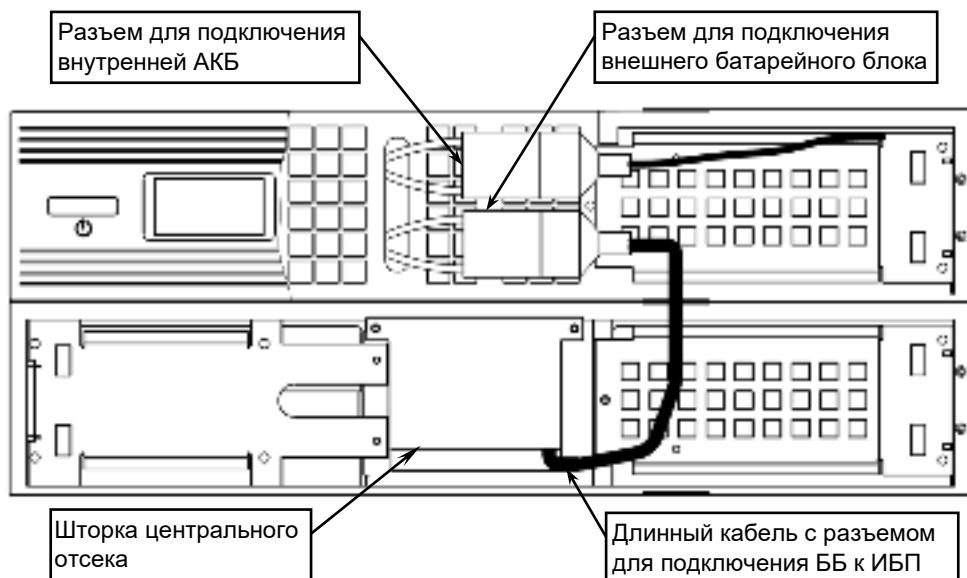
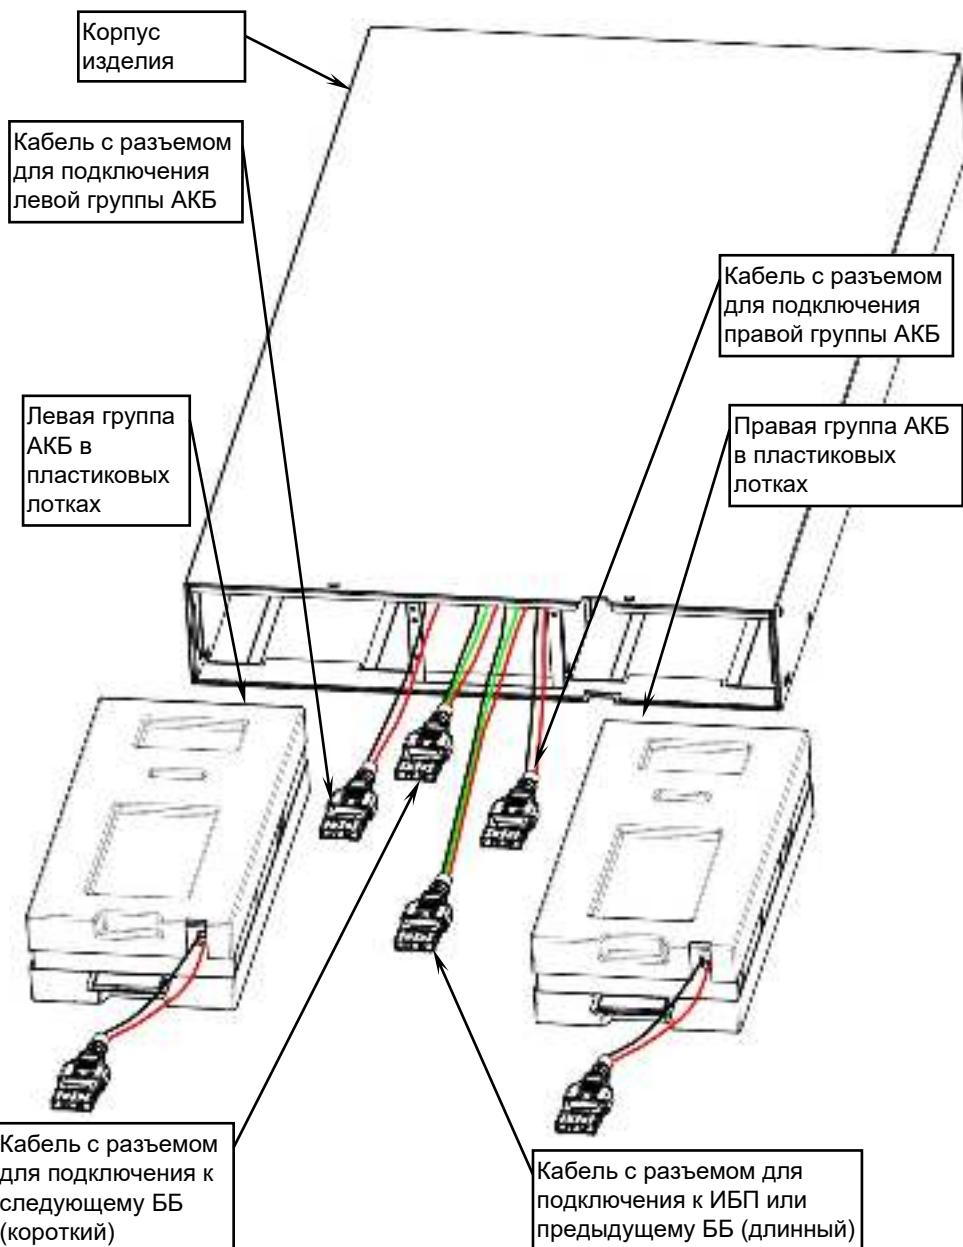

Рисунок 5 – схема подключения батарейного блока к ИБП
Рисунок 8 – Демонтаж и замена АКБ, назначение кабелей подключения
- Снимите шторку центрального отсека изделия, выкрутив два крепежных винта (см. рисунок 5) и осторожно вытащите трехпроводный кабель для подключения ББ к ИБП (длинный кабель с разъемом, см. рисунок 8).
- Подключите длинный кабель с разъемом к разъему ИБП (см. рисунок 5). При подключении может возникнуть небольшая дуга, это нормально и безопасно для персонала. Убедитесь в надежном соединении разъемов.
- снимите шторку центрального отсека, вытащите из него кабели с разъемами, соединяющими группы АКБ в лотках с батарейным блоком, рассоедините разъемы (см. рисунок 5 и рисунок 8);